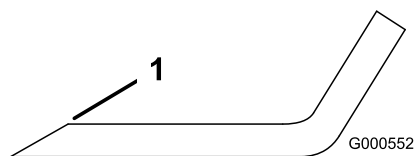

Figura 63
1. Folosiți o pilă pentru a ascuți marginea de tăiere la ambele capete ale lamei (Figura 63).
Notă: Dacă lama nu este echilibrată, piliți numai din capătul suprafeței velice (Figura 63).